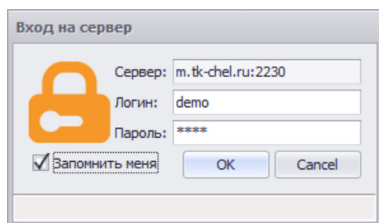

Рис.6. Вход на сервер.
- В программе «АвтоГРАФ 5 ПРО» действует система авторизации пользователей, то есть к функциям программы имеют доступ только зарегистрированные пользователи. После загрузки схемы программа предложит ввести логин и пароль для доступа к данным на сервере. Параметры сервера, к которому запрашивается доступ, указаны в строке «Сервер» в окне авторизации (Рис.6).